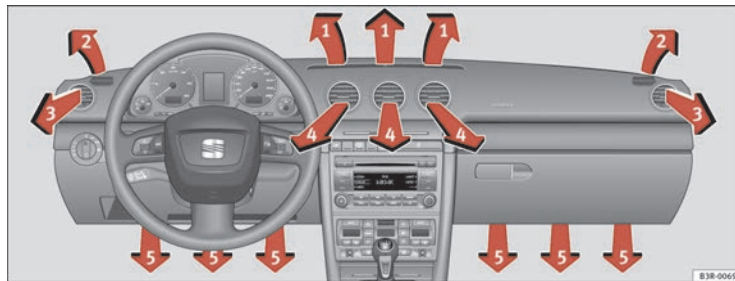

Fig. 143 Plancia portastrumenti: disposizione delle bocchette di ventilazione
Le bocchette (⇒ fig. 143 ③ e ④) si regolano nel seguente modo.
Le funzioni collegate ai tasti sono illustrate qui di seguito. I numeri si riferiscono alle bocchette di ventilazione ⇒ pag. 174, fig. 143.
Dopo aver spento il quadro strumenti, il motorino del ventilatore viene alimentato dal tettuccio solare. Ricordarsi di lasciare aperte le bocchette 3 e 4 → pag. 174, fig. 143 per ottenere una ventilazione ottimale.